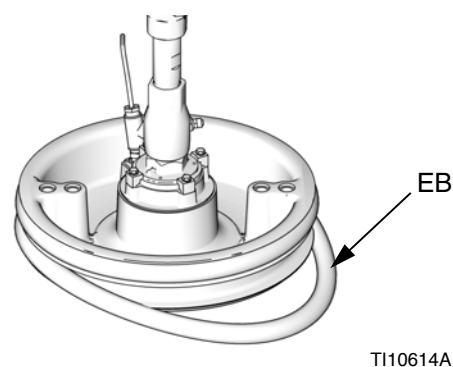

Рис. 18
2. Поднимите снизу край одного скребка (ЕВ) над задней частью опорной емкости. См. Рис. 18.